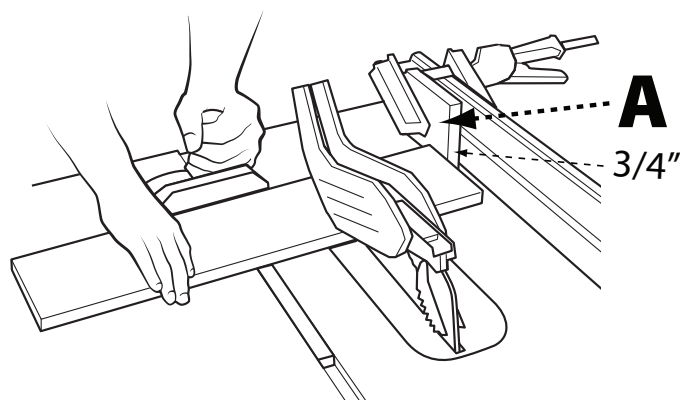

FIGURE 33
Lorsque vous coupez transversalement un certain nombre de pièces à la même longueur, vous pouvez serrer un bloc de bois (A) (voir Figure 33) au guide et l'utiliser comme une jauge de coupe. Le bloc (A) doit faire au moins $\frac{3}{4}$ pouce (19 mm) d'épaisseur pour empêcher le coincement de la pièce coupée entre la lame et le guide. Une fois que la longueur de coupe est déterminée, verrouillez le guide et utilisez le guide à onglets pour faire avancer la pièce dans la lame.